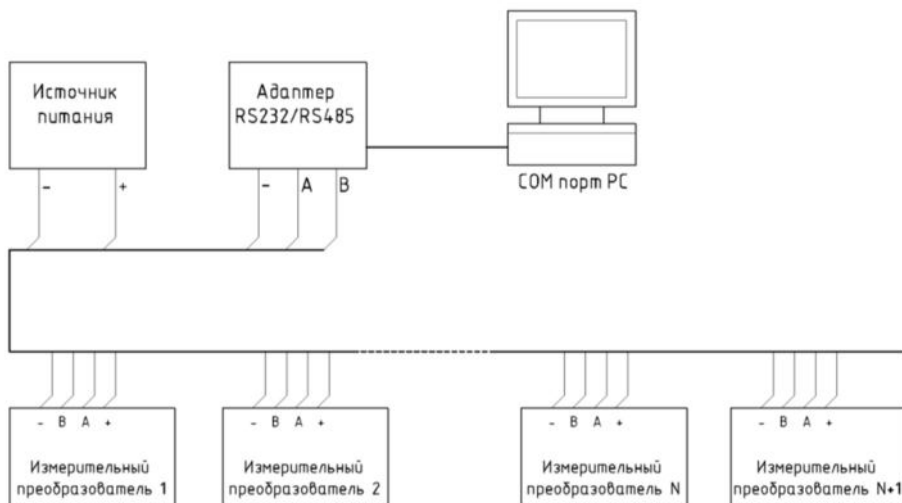

Рис.2. Схема подключения измерительных преобразователей.
6.2. Подключение преобразователя к измерительной системе осуществляется по четырем проводам - по одной паре подается напряжение питания (цепи - и +), по другой происходит обмен по интерфейсу RS-485. Преобразователи подключаются к четырехжильному кабелю параллельно, как показано на рис.2.